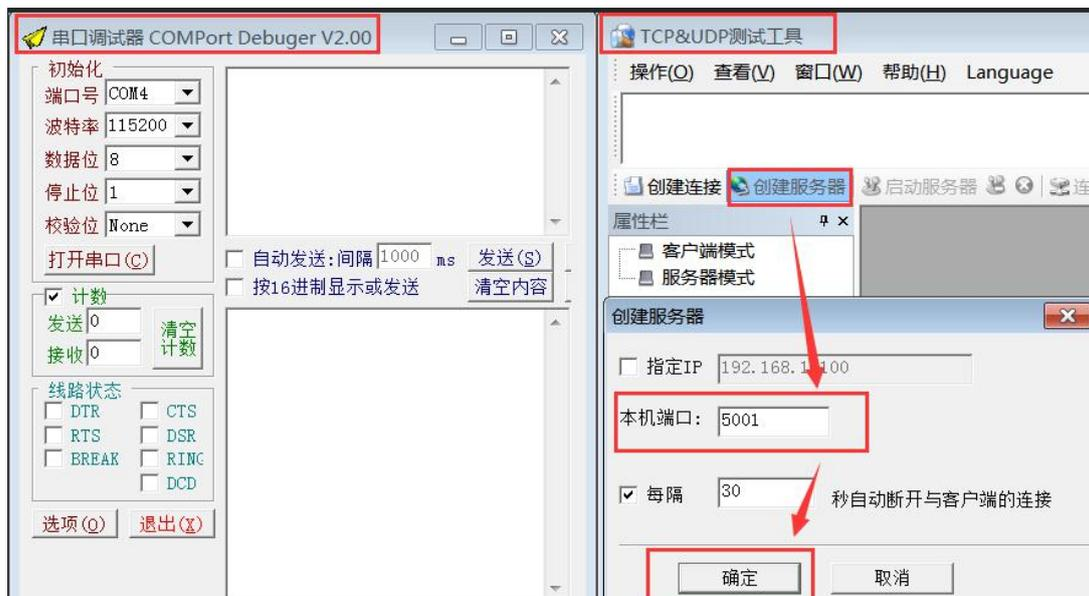

图 5.8
6. 同时打开串口调试器和 TCP&UDP 测试工具，在 TCP&UDP 测试工具中，点击“创建服务器”→修改“本机端口”为目标端口号→点击“确定”。如图 5.8 所示。